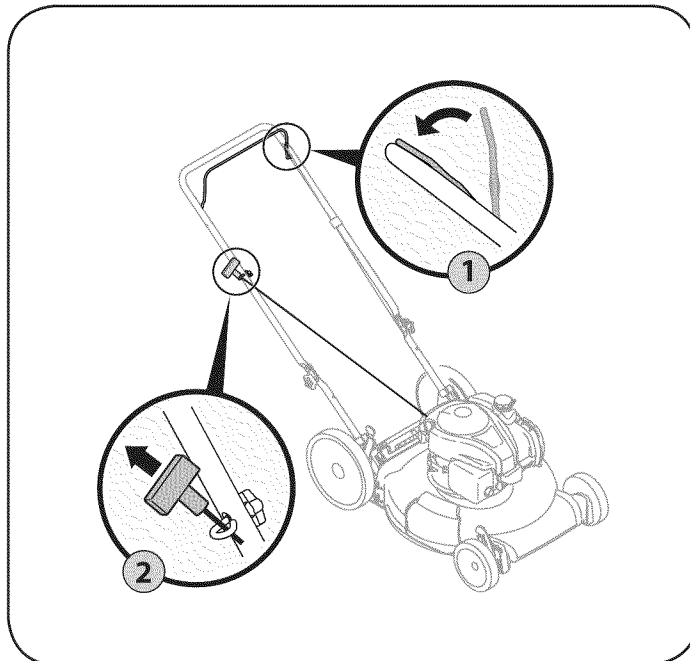

Figura 11
2. Sostenga firmemente las dos manijas juntas, tome la manija del arrancador de retroceso y tire de la cuerda para sacarla con un movimiento rápido y continuo. Vea la Figura 11. Mantenga firme la manija del arrancador, deje que la cuerda regrese lentamente al arrancador. Repita hasta que el motor esté en marcha. Deje que la cuerda se enrosque lentamente de regreso.